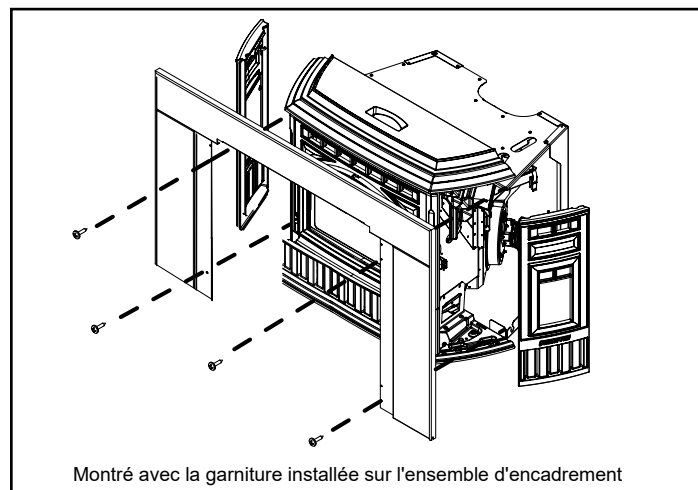

Figure 20.5
4. Faites soigneusement glisser l'enceinte et la garniture au-dessus de l'insert, en alignant les trous de support sur le panneau avec les trous de support sur l'insertion. Fixez avec les vis fournies (**Figure 20.5**).